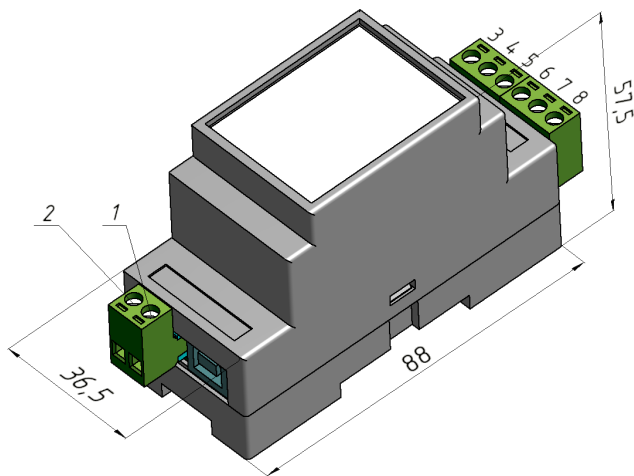

Рис.11. Преобразователь интерфейса μ ForLan в токовые выходные сигналы.
7.5. Установочные размеры преобразователя интерфейса показаны на рис.11.